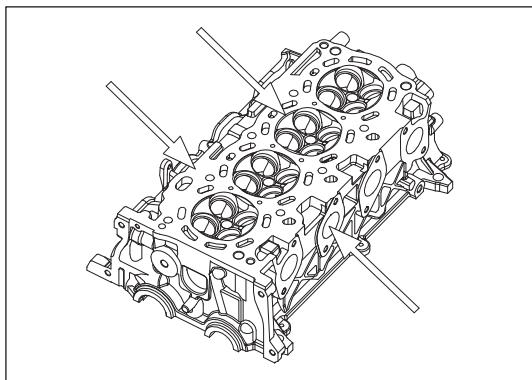
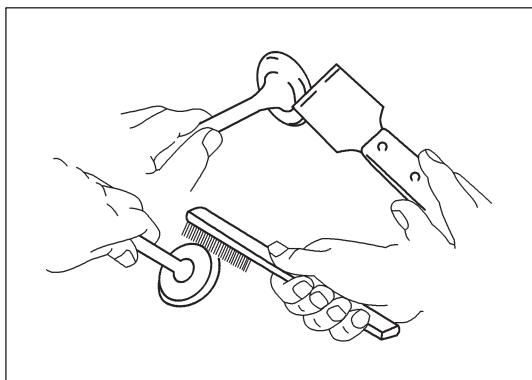
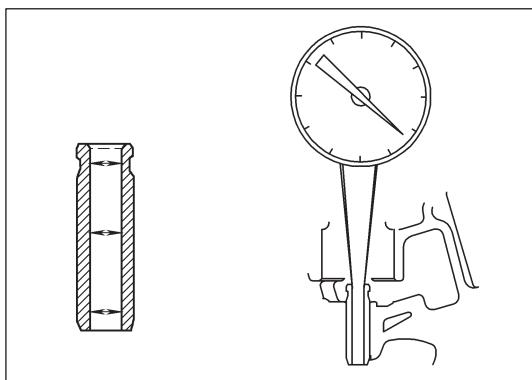

Рис. 12-3-11. Проверка головки блока цилиндров
Рис. 12-3-12. Чистка клапана
Рис. 12-3-13. Измерение внутреннего диаметра направляющей втулки клапана
- » При помощи окрашенной индикаторной жидкости проверить камеру сгорания, впускной и выпускной фланцы и нижнюю поверхность головки блока цилиндров на наличие трещин, как изображено на рис. 12-3-11.
- (3) Чистка клапана
- a) При помощи скребка осторожно соскресть нагар с клапана, действуя с осторожностью, чтобы не поцарапать уплотнительную полоску, см. рис. 12-3-12.
- b) Тщательно почистить клапан стальной щеткой, как изображено на рис. 12-3-12.
- (4) Проверить шток и направляющую клапана
- a) При помощи калибра измерить внутренний диаметр направляющей клапана, как изображено на рис. 12-3-13.